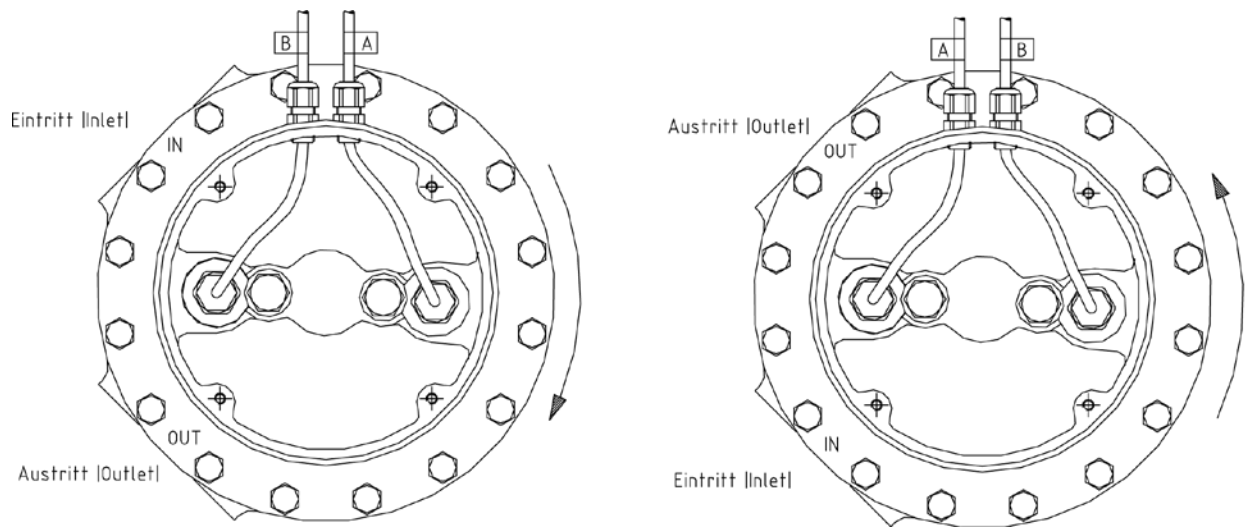

Abbildung 5: Kennzeichnung der Drehrichtung
-  Die Zähler können grundsätzlich in beiden Durchflussrichtungen verwendet werden. Es ist zu beachten, dass die Durchflussrichtung über die versetzten Impulse der Sensoren A und B festgestellt wird. (Siehe Abbildung 5: Kennzeichnung der Drehrichtung / Seite 13). Werden die Sensoren falsch angeschlossen, ermittelt die Auswerteelektronik die falsche Drehrichtung und geht in den Fehlermodus.